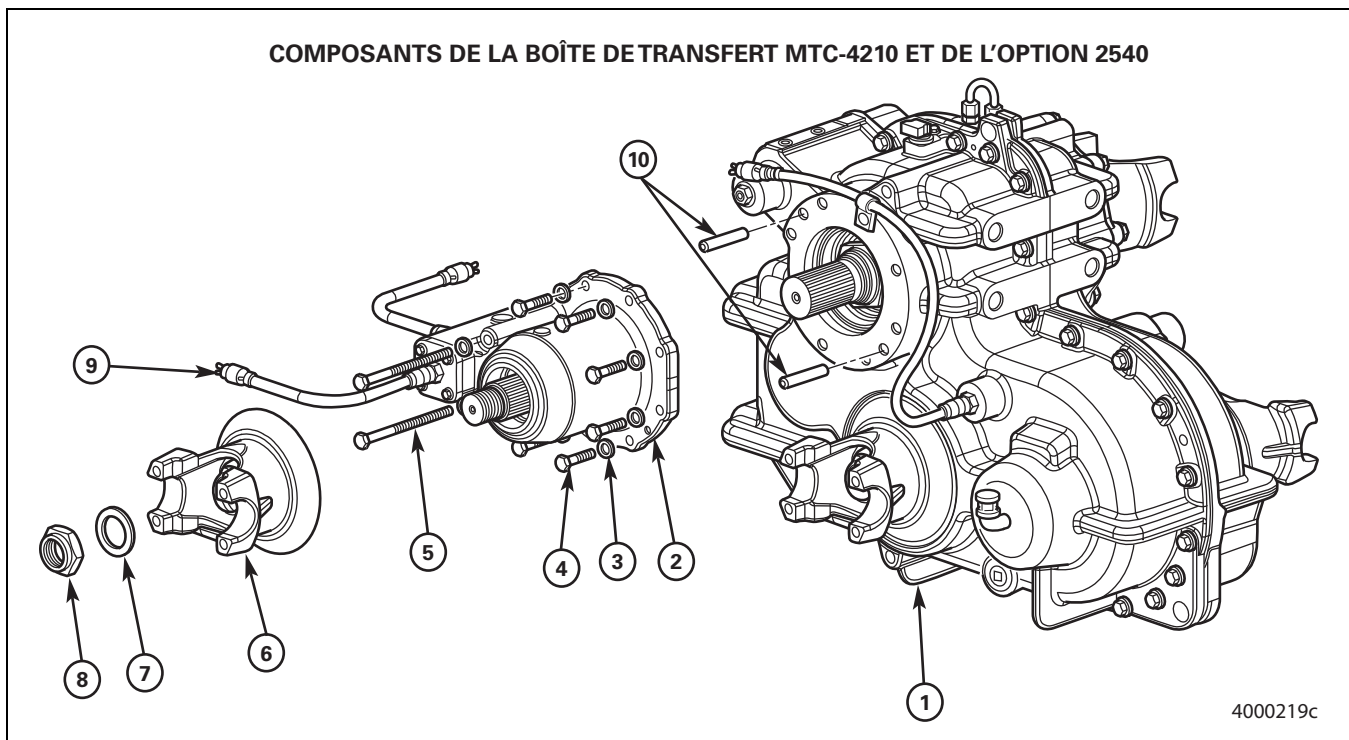

Figure 7.2
4. Retirer les boulons et rondelles fixant le carter de la pompe sur carter arrière. Figure 7.2.
1. Installer à la presse une chape Meritor (code de cannelures RAI) sur l'arbre de la prise de force en appliquant une pression de 500 à 1 500 lb (227 à 680 kg). Figure 7.2.
2. Appliquer une fine couche de produit d'étanchéité Loctite® 518 sur la surface de montage de la prise de force. Figure 7.2.